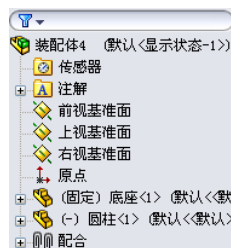

图 11-44 装配体文件的“FeatureManager 设计树”
⑦ 查看配合关系。双击装配体文件的“FeatureManager 设计树”中的“配合”节点，可以看到添加的配合关系，如图 11-44 所示。